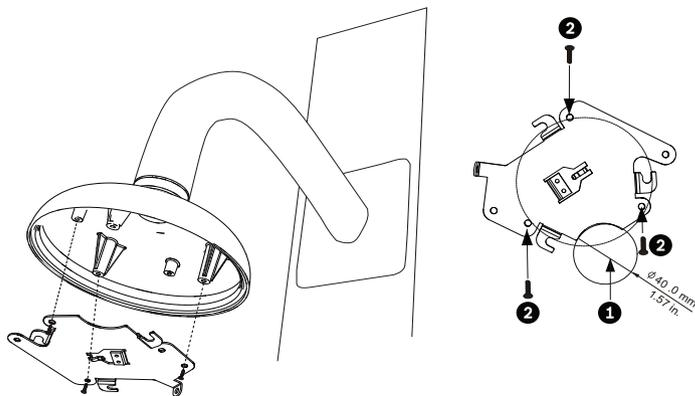

Figure 5.4 Fixation de la plaque de montage à la calotte du dôme
2. Faites passer les câbles sur le côté de la platine de fixation avec la découpe en croissant (réf. n°2 Figure 5.4).